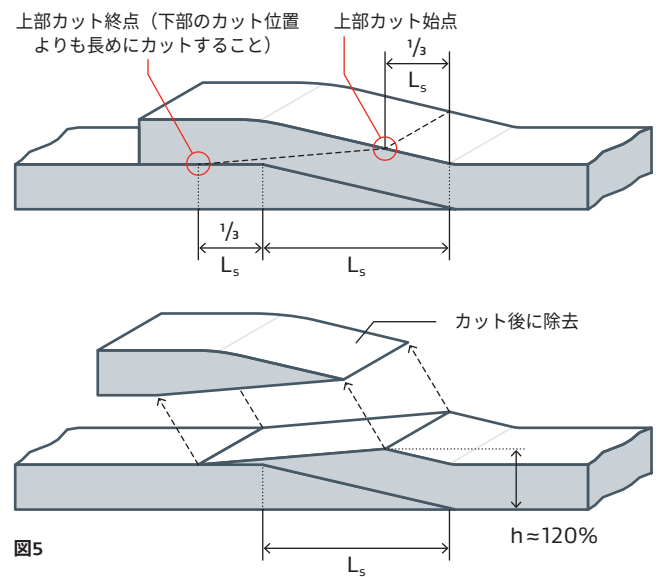

図5
- 図5を参考に、上側テープをカッター等でカットしてください。カットの際に下側テープにカッター刃が入ってしまっても問題ありません。また、カットの際にカットする部分に目印となる直線を引いておくとカットしやすくなります。